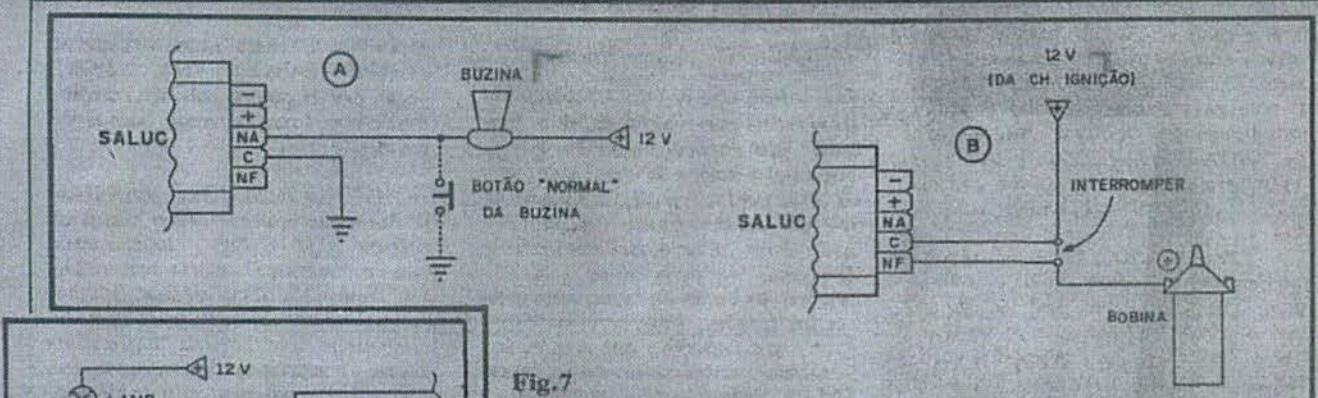

Fig.7
Já "esboçamos" as funções básicas dos terminais NA-C-NF, no início do presente artigo... Entretanto a fig. 7 dá algumas sugestões "visualmente mastigadas", de modo a facilitar a interpre-
- Acionado o alarme (por uma abertura "não autorizada" de porta, pela vibração ou balanço impostos ao veículo devido à entrada de uma pessoa "intrusa", etc.), durante cerca de 30 segundos a intermitência dos contatos operacionais de Saída controlará a buzina, o sistema de ignição, etc. (fig. 7), à razão de 2 Hz (duas intermitências por segundo). Esgotado o tempo de 30 segundos, se a condição original do sensor tiver sido recomposta, o SALUC estará automaticamente em plantão, novamente...